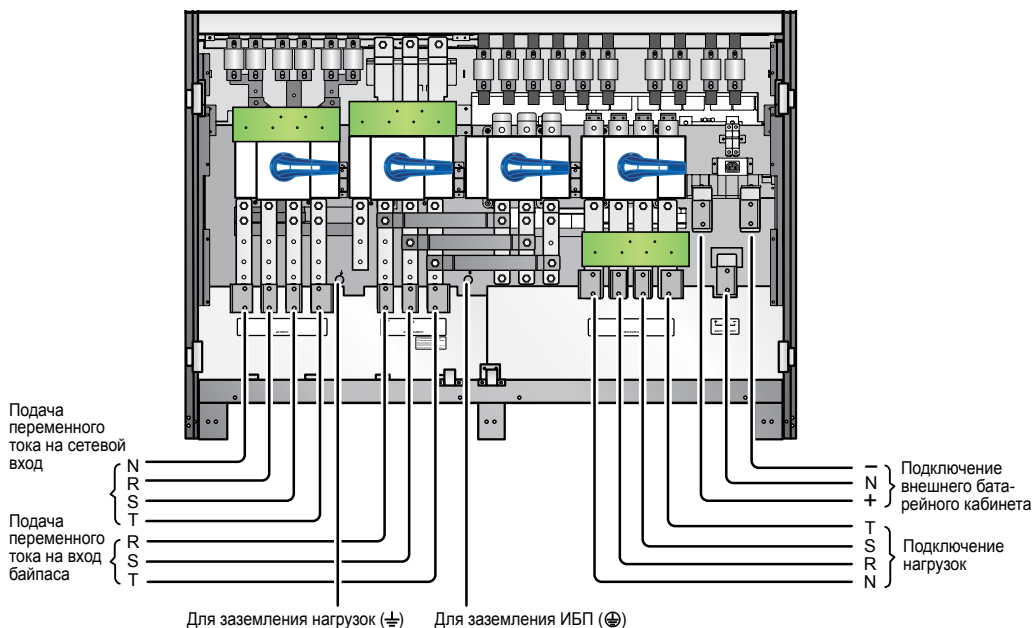
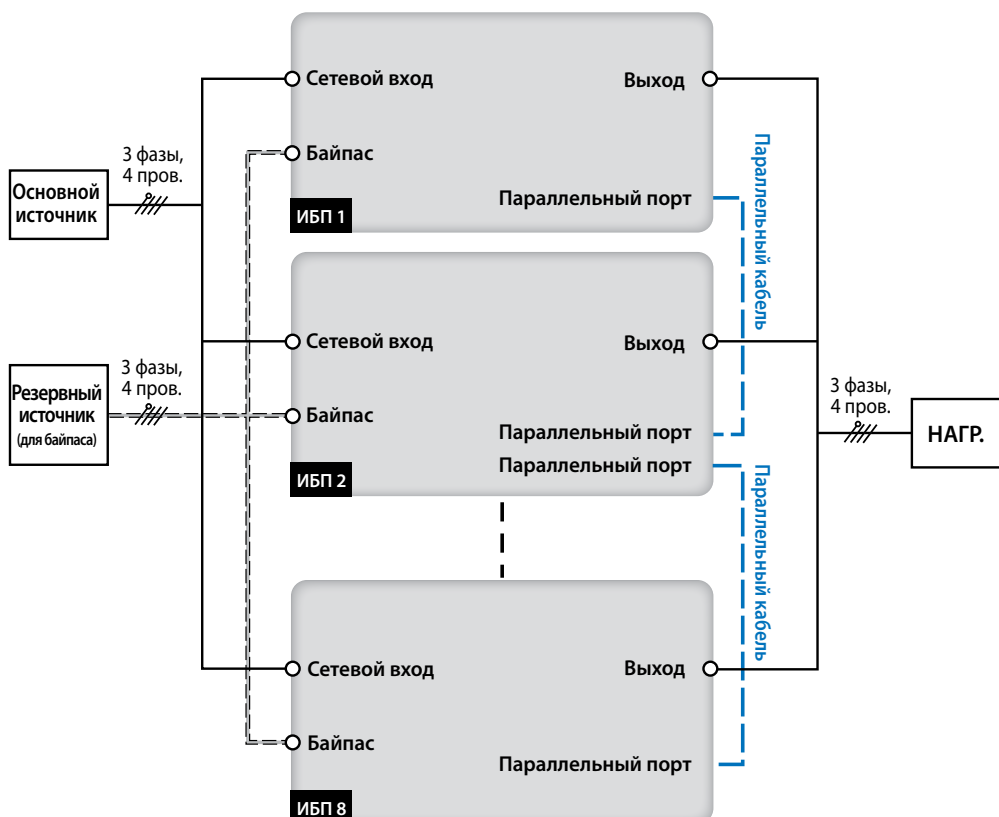

Рис. 5-13. Схема подключения в конфигурации с двумя входами (одиночный ИБП)
Рис. 5-15. Схема подключения в конфигурации с двумя входами (параллельные ИБП)
- 3 Подключите кабели к зажимам сетевого входа, входа байпаса, выхода ИБП и входа питания от батарейного кабинета. См. **Рис. 5-13** и раздел **5.5.3 Подключение внешнего батарейного кабинета Delta**.
- 4 Нейтральный проводник источника переменного тока, подключенного к входу байпаса, подключите к зажиму нейтрали (N) сетевого входа.
- 3 Подключите кабели к зажимам сетевого входа, входа байпаса, выхода ИБП и входа питания от батарейного кабинета. См. **Рис. 5-13**, **Рис. 5-15** и **5.5 Подключение внешнего батарейного кабинета Delta**.